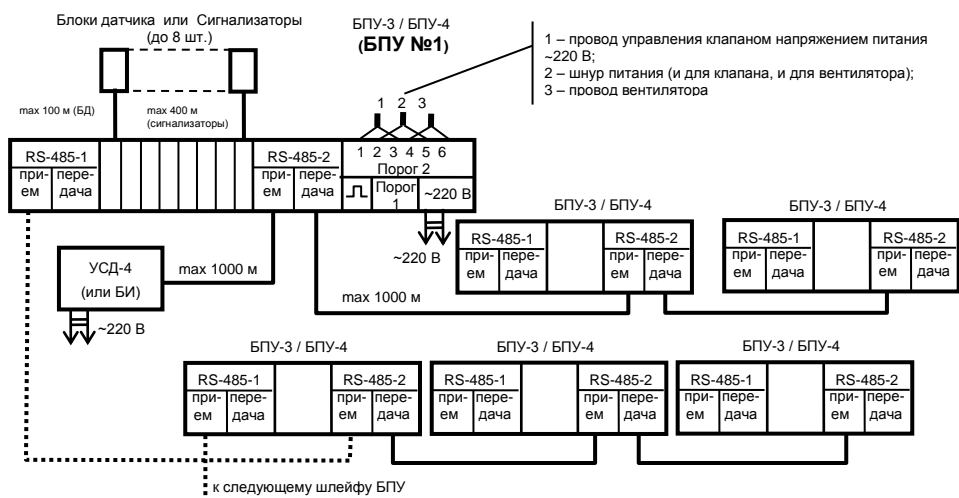

Рисунок 2 –
У провода управления клапаном (или иным оборудованием) с напряжением питания ~220 В и его провода питания зачистить концы жил и вставить их в отверстия контактов клеммника "Порог 2" БПУ №1 (см. рисунок 2 и пункт 5.4) в соответствии с маркировкой контактов клеммника (маркировка указана для отключенного реле (светодиод "КЛАПАН" не горит)) и зажать винтами клеммника.
4.7.9 На концы проводов линий RS-485 (при наличии) установить телефонные вилки RJ45 с помощью кримпера, при этом следить, чтобы соблюдалось соответствие цветовой маркировки жил на обоих концах провода. **Длина линии от БПУ к БПУ и от БПУ к УСД-4 (БИ) – не более 1 км.** Вилки вставить в розетки БПУ "ПРИЕМ"/"ПЕРЕДАЧА" соответствующих линий RS-485; линия "RS-485-2" используется для последовательного соединения БПУ (в шлейф) и с УСД-4 (БИ), линия "RS-485-1" – для соединения шлейфов между собой (см. рисунок 2).